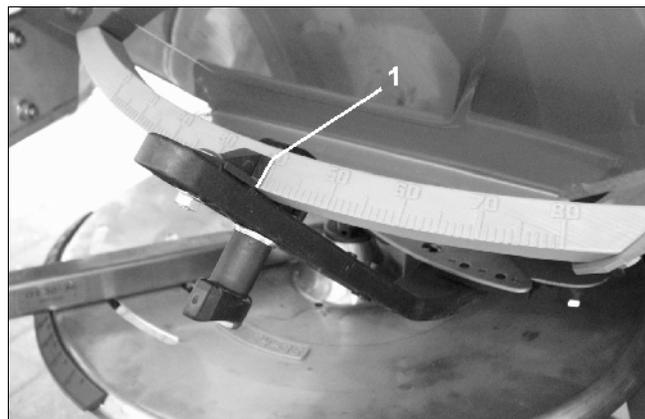

Fig. 52
- Appuyez sur la touche jusqu'à ce que l'arête de lecture (Fig. 52/1) de la double trappe de dosage gauche soit sur la position de trappe requise.